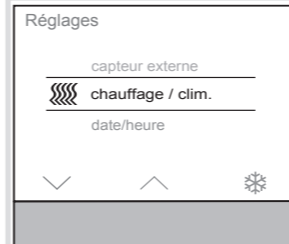

Figure 9 : Sélection fonctionnement chauffage/climatisation
- Le mode de service (figure 9) bascule de chauffage ☼ à refroidissement ☹.